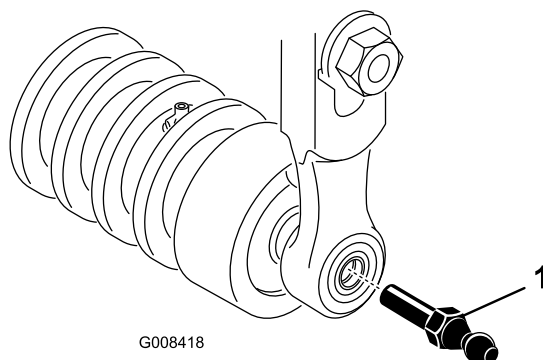

Bild 16
5. Drehen Sie einen Kugelbolzen in jedes Ende der Mähwerkvorderrolle (Bild 16).